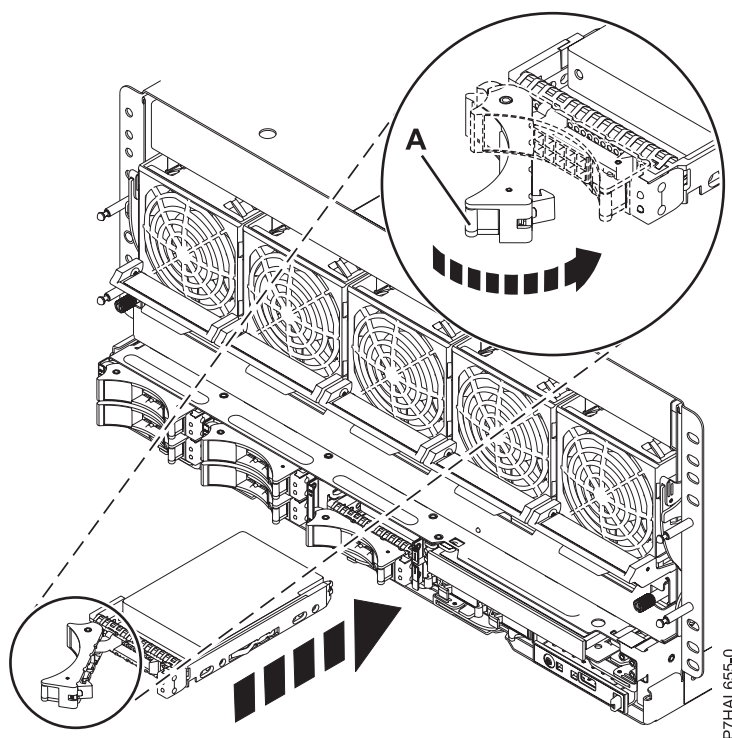

Figura 43. Sustitución de una unidad de disco o unidad de estado sólido en el sistema
6. Deslice la unidad de disco o la unidad de estado sólido hasta el fondo del sistema o de una unidad de expansión y empuje el asa de la unidad (A) hacia adentro hasta que quede bloqueada, como se muestra en Figura 43.